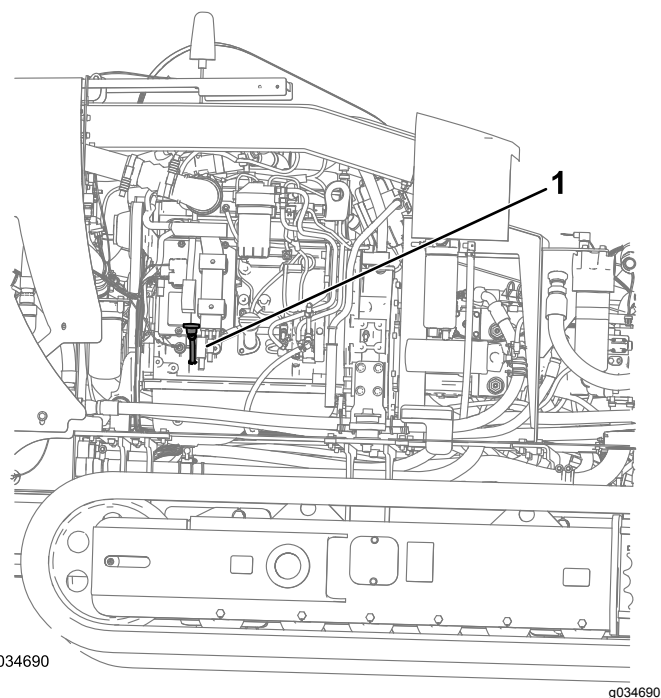

Рисунок 91
3. Извлеките масломерный щуп (Рисунок 91) и тщательно протрите его.